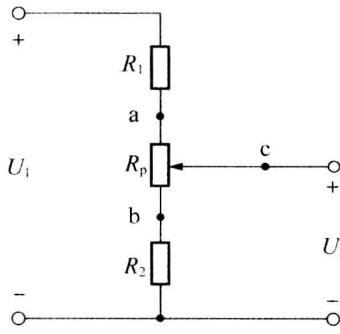

图 1-19 例 1-2 图
**【例 1-2】**如图 1-19 所示是某电子设备中的一个分压电路。 $R_p=680\Omega$  的电位器与电阻  $R_1$ 、 $R_2$  串联，已知  $R_1=R_2=550\Omega$ ，电路输入电压  $U_1=12V$ ，求输出电压  $U_2$  的变化范围。